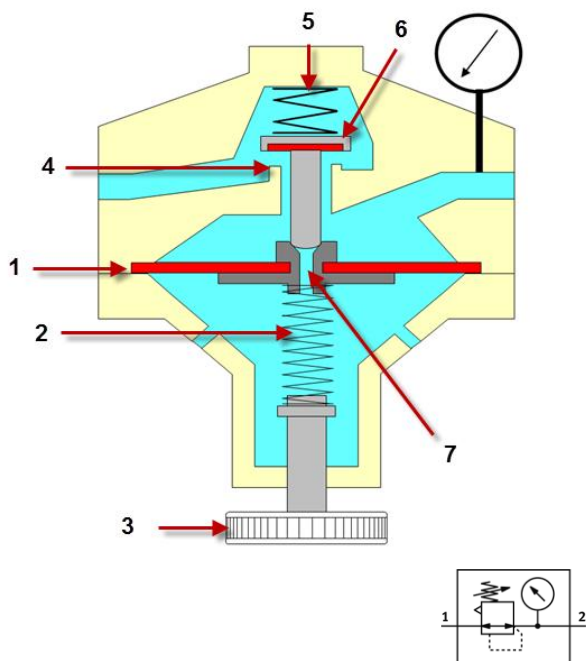

Fig. 14.
(Fig. 14) La pression est déterminée par l'ouverture du clapet (6) actionné par la membrane (1). Cette membrane est sollicitée, d'un côté, par la pression de sortie et de l'autre, par un ressort (2) dont on peut régler la force à l'aide d'une vis de réglage (3). La force du ressort détermine la pression de sortie du détendeur.